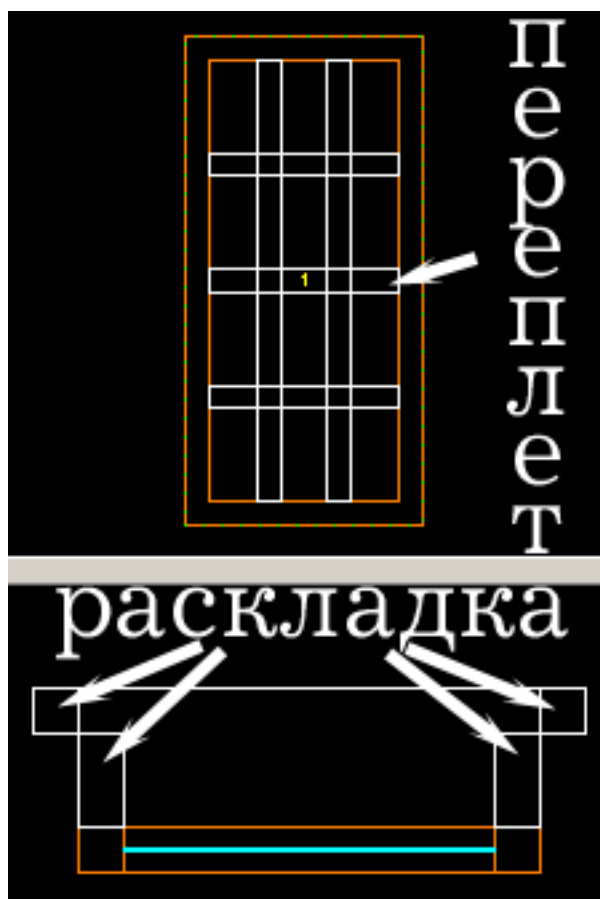

Рисунок 35
- *Раскладка* – удлиняет коробку и добавляет наличник (Рисунок 35).
- *ID* – номер коробки, которая будет разделена переплетом (Рисунок 35).